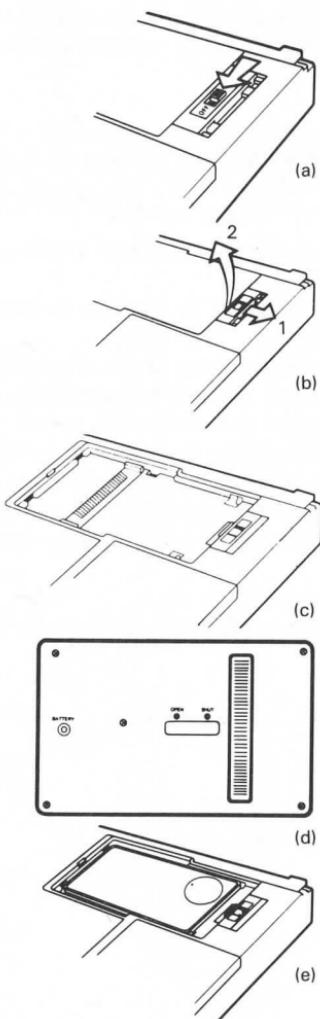

Figure 1-4
- 2) Faites glisser l'interrupteur au bas du panneau sur la position OFF comme il est indiqué sur la Figure 1-4 (a).
- 3) Faites glisser le fermoir à ressort dans la direction indiquée par la flèche 1, et soulever le couvercle du compartiment à carte comme l'indique la flèche 2 de la Figure 1-4 (b).
- 4) L'intérieur du compartiment à carte est montré sur la Figure 1-4 (c).
- 5) Faites glisser le fermoir de carte sur la position OPEN, puis placer la carte dans le compartiment à carte avec la pile sur le dessus comme l'indique la Figure 1-4 (d) et (e).